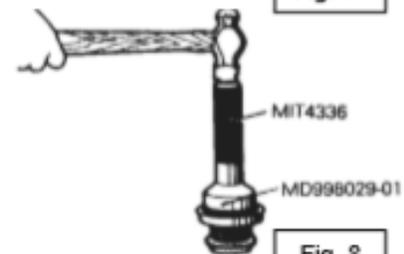

Fig. 8
c. Luego se realiza el proceso inverso al desarmado. Fig. 8 y 9